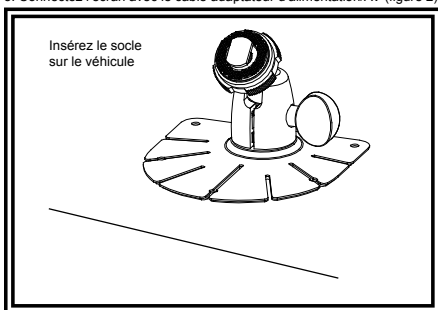

Figure 1
4. Sélectionnez la position appropriée sur le véhicule et fixez la base du support (figure 1). Sur la base, des trous ont été prévus pour les vis requises à cette fin.